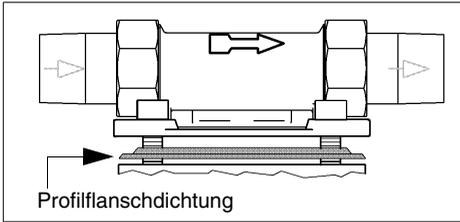

Abb. 3: Einbaudrehflansch
**Der Einbaudrehflansch muss in Fließrichtung installiert werden. Diese ist durch einen aufgedruckten Pfeil gekennzeichnet (siehe Abb. 3).**
Das Profil der Profilflanschdichtung muss zum Einbaudrehflansch zeigen (siehe Abb. 3). Wird dies nicht beachtet, so kann es zu Undichtheiten und zum Austreten von Wasser kommen. Dabei können Wasserschäden an Haus und Einrichtung entstehen.